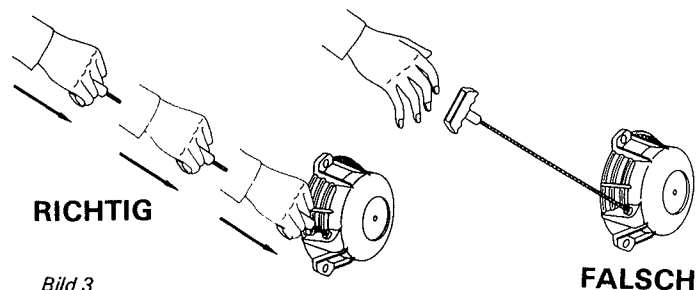

Bild 3
b) Start mit Reversierstarter : Kräftig am Starterseil ziehen. Nach dem Anwerfen den Griff des Reversierstarters mit der Hand in seine Ausgangslage zurückbegleiten (siehe Bild 3).